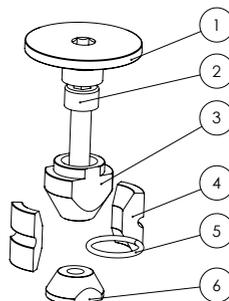

Fig. 12
3 / Svitare la vite di bloccaggio 2 (Fig.12) in modo tale da poter far scorrere l'espansore nel perno della forcella senza forzare. Prima di inserire l'expander nel tubo della forcella, assicurarsi che la vite del tappo sia avvitata per 3 giri completi. La filettatura si inserirà nel cono (3), con dello spazio rimanente per comprimere la serie sterzo.
4 / Avvitare leggermente l'expander nel tubo della forcella stringendo la vite di bloccaggio (2) (Fig.12).
5 / Smontare il cappello 1 (Fig.12) dell'espansore.
6 / Con una chiave dinamometrica con attacco a brugola da 5mm, chiudere la vite di bloccaggio 2 (Fig.12) con una coppia di **8 Nm**.
7 / Ingrassare la filettatura e la parte inferiore del tappo (1) prima di sostituirlo (Fig. 12).
8 / Recuperare il gioco in direzione chiudendo il chapeau 1 (Fig.12), con una chiave dinamometrica con attacco a brugola da 6mm. **Assicurarsi che sia stretto ad un torque tra 10Nm (min) e 12Nm (max)**.
1 / Svitare la vite di bloccaggio 2 (Fig.12) in modo tale da poter rimuovere l'espansore dalla forcella.